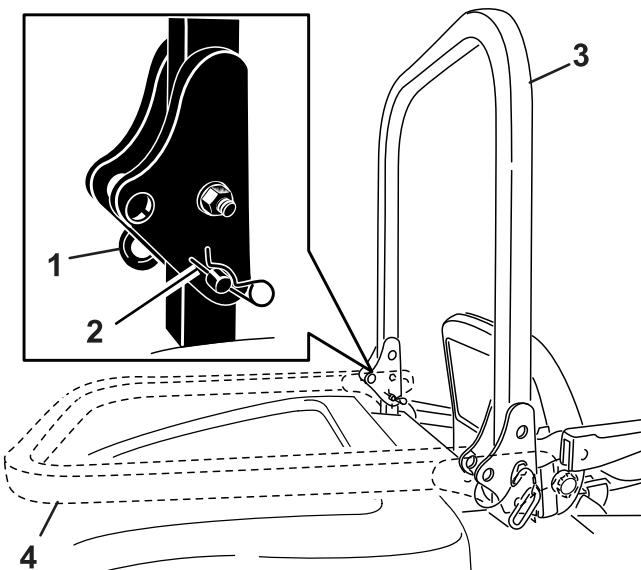

図 23
- ROPSを立てた状態で、ヘアピンコッターと2本のピンを抜き取る図 23。